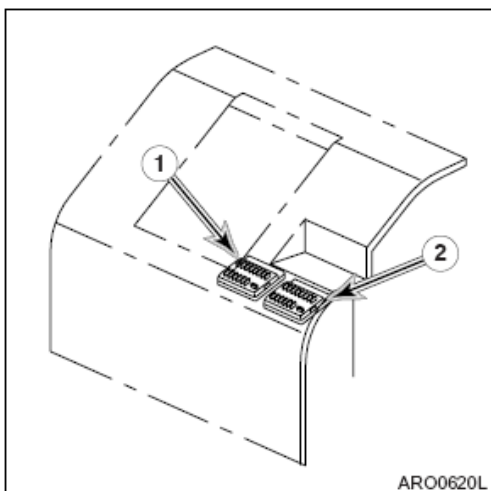

Figura 91
1. Los fusibles en el cuadro de fusibles se usan para proteger los distintos circuitos eléctricos y sus componentes. Consulte Figura 91. Los fusibles utilizados son estándar, especiales para la automoción.
En el lado izquierdo de la caja del calefactor hay dos cajas de fusibles (1 y 2, Figura 91). Los fusibles evitan posibles cortocircuitos o la sobrecarga de los dispositivos eléctricos.